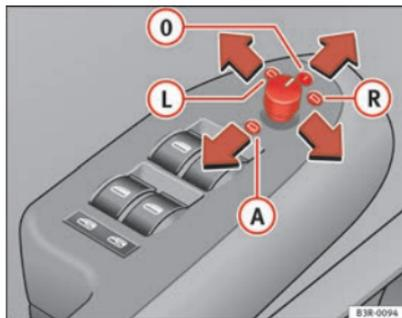

Fig. 104 Pormenor do apoio de braços: Comando giratório
- Rode o comando para a posição ⇒ fig. 104 **L** (retrovisor exterior do condutor) ou para a posição **R** (retrovisor exterior do passageiro).
Ao engrenar a marcha-atrás, inclina-se ligeiramente para baixo a superfície do espelho, sempre que se tenha trocado para esse retrovisor (comando giratório na posição **R** ⇒ fig. 104). Isto permite ver o passeio ao estacionar o veículo.